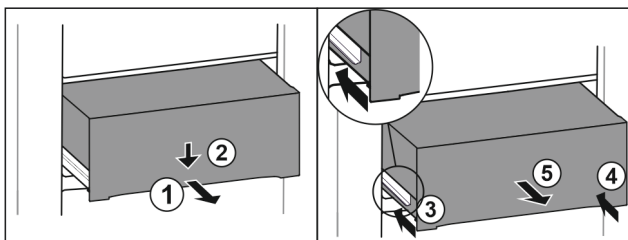

Fig. 75
- ▶ Zásuvku napůl vytáhněte. Fig. 75 (1)
- ▶ Stlačte zásuvku na přední straně dolů. Fig. 75 (2)
- ▶ Zasuňte levou kolejničku přibližně do 2 cm. Fig. 75 (3)
- ▶ Zasuňte pravou kolejničku přibližně do 2 cm. Fig. 75 (4)
- ▶ Vyměňte zásuvku dopředu. Fig. 75 (5)